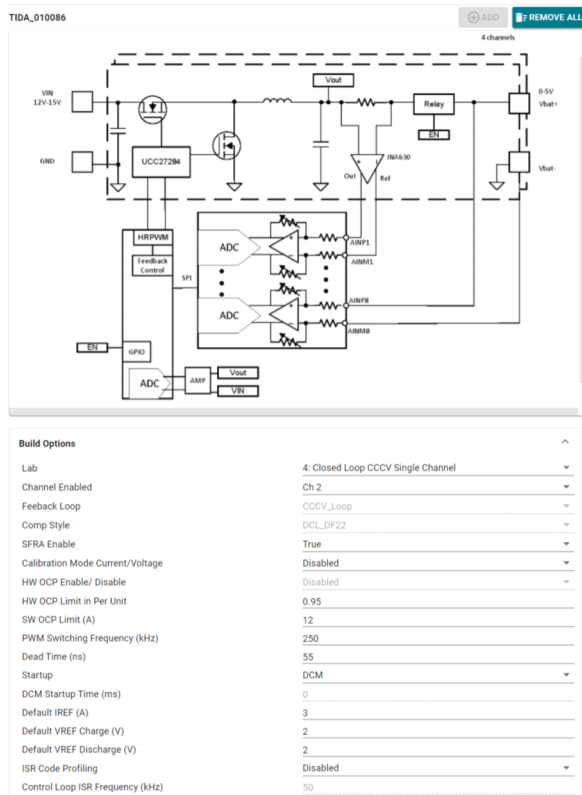

図 3-2. 設計の powerSUITE GUI
4. この操作によりプロジェクトがワークスペース環境にインポートされ、GUI が図 3-2 のような設定ページが表示されます。